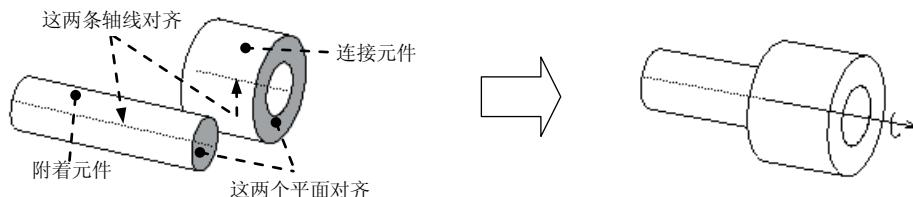

图 12.2.2 销钉 (Pin) 接头
① 在操控板的约束集列表中选择 销钉 选项，此时系统显示“装配”操控板。
② 单击操控板中的 **放置** 按钮，在弹出的界面中可看到，销钉连接包含两个预定义的约束： 轴对齐和 平移。
③ 为“轴对齐”约束选取参照。分别选取图 12.2.2 中的两条轴线（元件 MECH_PIN.PRT 和 MECH_CYLINDER.PRT 的中心轴线）。
④ 为“平移”约束选取参照。分别选取图 12.2.2 中的两个平面（元件 MECH_PIN.PRT 和 MECH_CYLINDER.PRT 的端面）以将其对齐，从而限制连接件沿轴线平移。